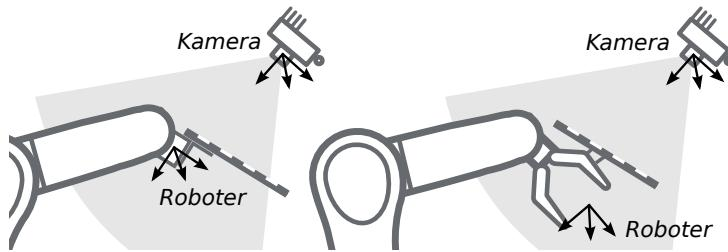

Abb. 6.19: Alternative Montageoptionen für die Befestigung des Kalibriermusters am Roboter
**Kalibrierung einer statisch montierten Kamera** In Anwendungsfällen, bei denen die Kamera statisch verglichen zum Roboter montiert wird, muss das Kalibriermuster, wie im Beispiel in Abb. 6.18 und Abb. 6.19 angegeben, angebracht werden.
**Bemerkung:** Für das Modul zur Hand-Augen-Kalibrierung spielt es keine Rolle, wie das Kalibriermuster in Bezug auf das benutzerdefinierte Roboter-Koordinatensystem genau angebracht und positioniert wird. Das bedeutet, dass die relative Positionierung des Kalibriermusters zu diesem Koordinatensystem weder bekannt sein muss, noch für die Kalibrierroutine relevant ist (siehe in Abb. 6.19).